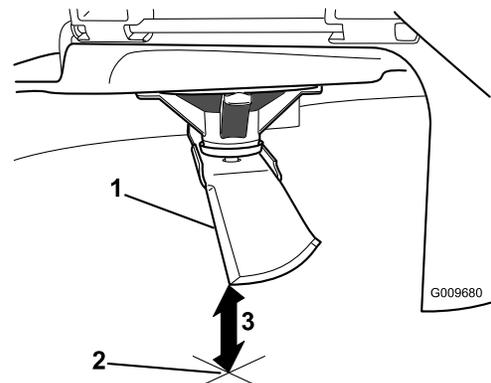

Figure 52
- Mesurez la distance entre la pointe de la lame et la surface plane (Figure 52).